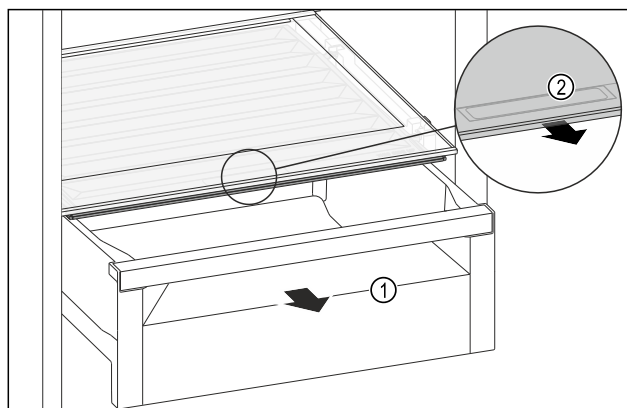

Fig. 73
- Tërhiqni jashtë sirtarin Fig. 73 (1).
- Kapni dorezën e futur Fig. 73 (2) në kapakun e ndarjes dhe në të njëjtën kohë tërhiqni përpara kapakun e ndarjes.